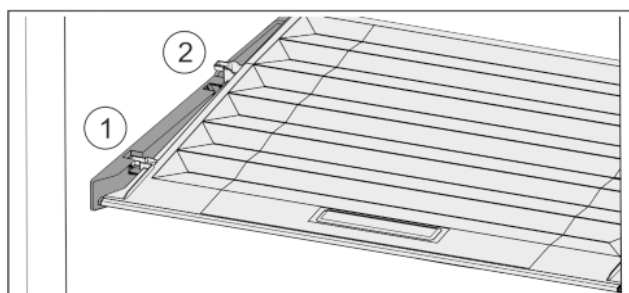

Fig. 32
- Vytáhněte víko dopředu až k otvoru v přídržných dílech Fig. 32 (1).
- Vzadu zespuď nadzvedněte a vyjměte směrem nahoru Fig. 32 (2).